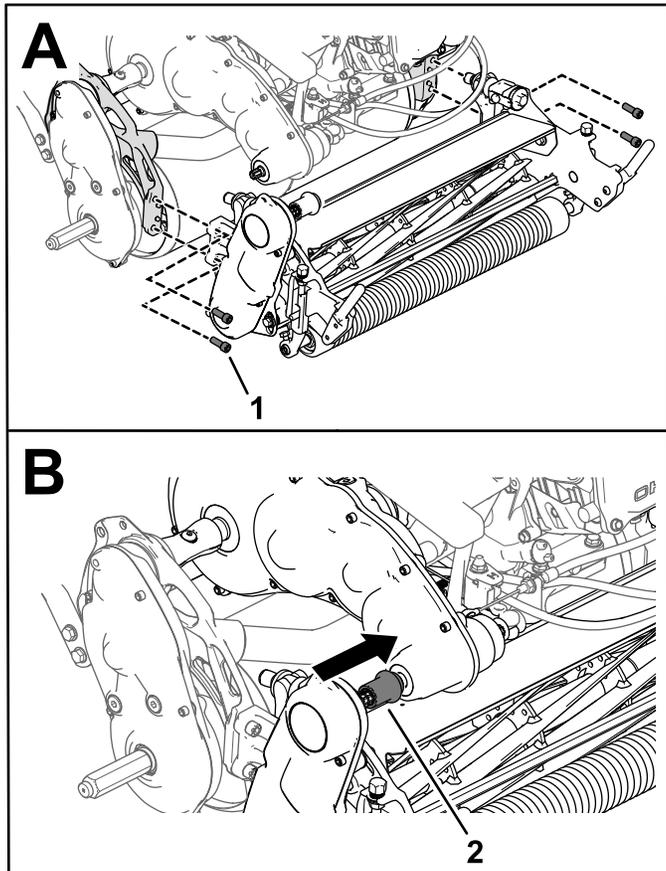

Bild 48
3. Verwenden Sie die vier Bundkopfschrauben, um das Mähwerk am Rahmen zu befestigen (Bild 48).
4. Schieben Sie die Kupplung des Mähwerks auf die Getriebeantriebswelle (Bild 48).